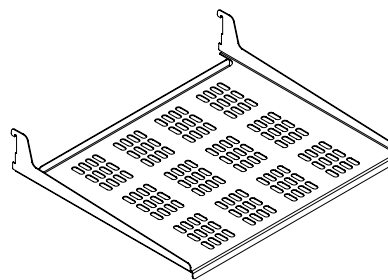

Figura 13
(2) estantes en voladizo de chapa metálica perforada (vea la Figura 13).